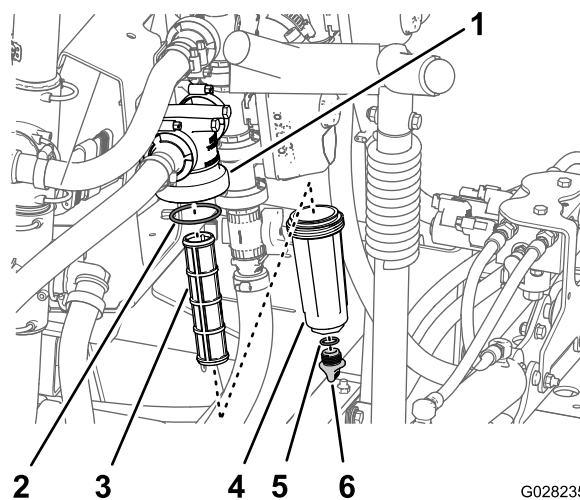

Figura 94
2. Alinhe um recipiente de escoamento debaixo do filtro de pressão (Figura 94).
3. Rode o tampão de drenagem no sentido contrário ao dos ponteiros do relógio e retire-o do recipiente do filtro de pressão (Figura 94).
4. Rode o recipiente no sentido contrário ao dos ponteiros do relógio e retire a cabeça do filtro (Figura 94).
5. Retire o elemento do filtro de pressão antigo (Figura 94).
interior da cabeça do filtro) e veja se há danos e desgaste (Figura 94).
7. Instale o novo elemento do filtro de pressão na cabeça do filtro (Figura 94).
8. Instale o recipiente na cabeça do filtro apertando o recipiente à mão (Figura 94).
9. Instale o tampão no recipiente e aperte o tampão à mão (Figura 94).